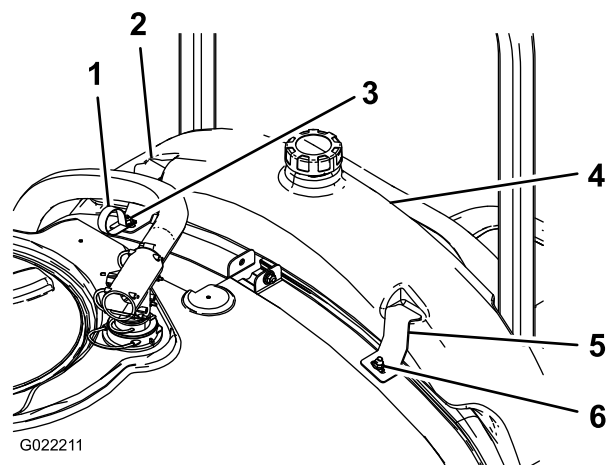

図 5
3. すすぎタンクを取り付ける (図 5)。
4. フランジナット2個を使って、すすぎタンクブラケットを、先ほど取り付けたキャリッジボルトに取り付ける (図 5)。